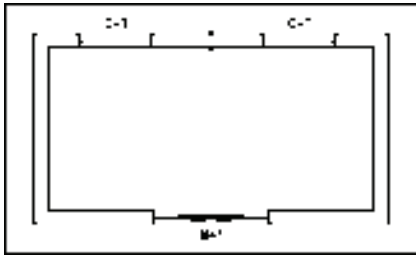

图 7-104 打开素材
1) 按〈Ctrl+O〉组合键，打开配套光盘提供的“第7章/7.3.7 加雨水管.dwg”文件，如图 7-104 所示。